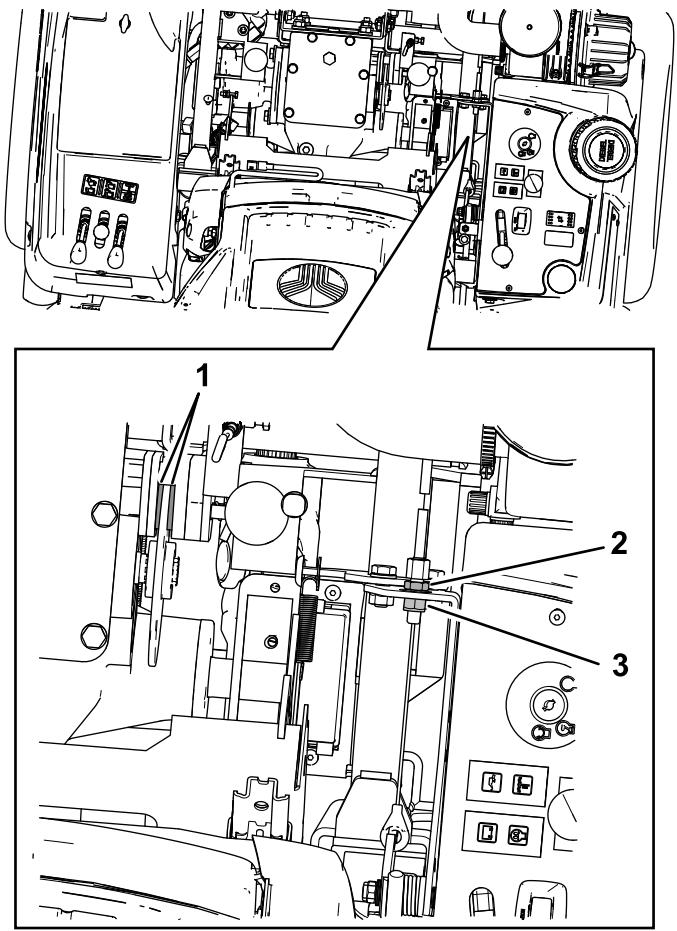

Figura 76
5. Compruebe el espacio entre el disco y las pastillas del freno (Figura 76). Asegúrese de que el espacio es de 0,4-0,6 mm.
6. Si es necesario realizar un ajuste, afloje la tuerca autoblocante delantera y trasera del cable del freno (Figura 76).